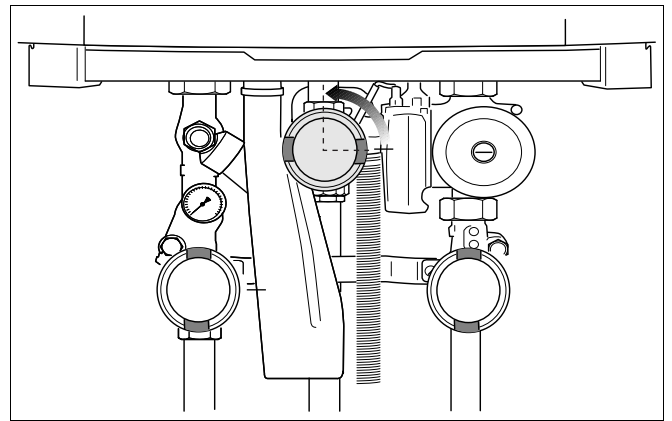

Fig. 64 Gaskraan openen
- Open de gaskraan langzaam, door deze in te drukken en een $\frac{1}{4}$ omwenteling linksom te draaien (→ fig. 64).
- Open de gaskraan langzaam, door deze in te drukken en een ¼ omwenteling linksom te draaien (→ fig. 64, pag. 51).